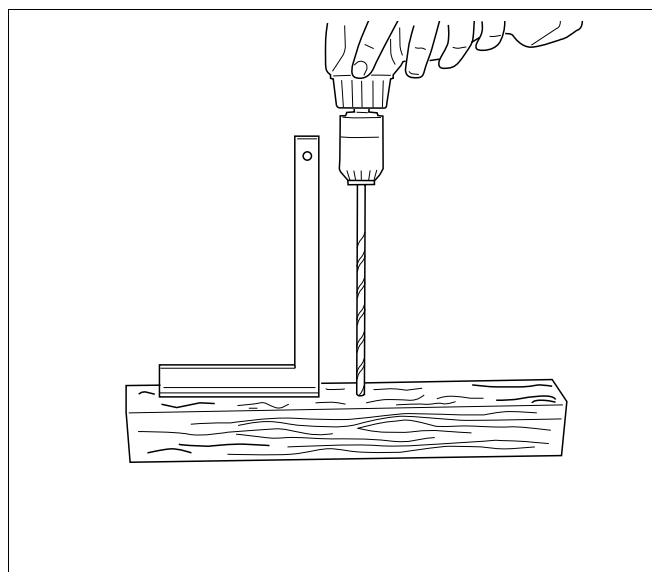

Fig. 4 Realizzare uno stampato per la foratura
- Procuratevi un travetto di legno di circa 0,50 – 1,00 m di lunghezza. Eseguite un foro passante (Ø 6 mm) verticalmente nel travetto di legno (fig. 4).